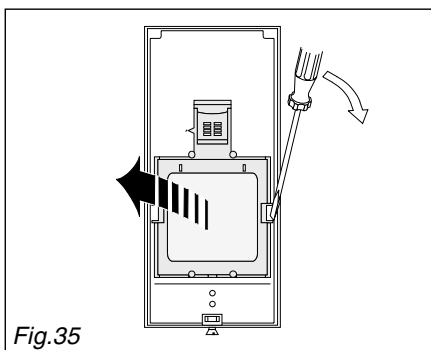

Fig.35
- 2- Extraire le porte-lentille à l'aide d'un tournevis (fig. 35).